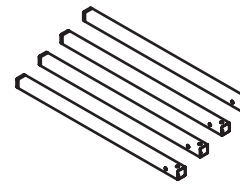

Abb. 1
- 4 Tischbeine mit Stellfüßen (Abb. 1)